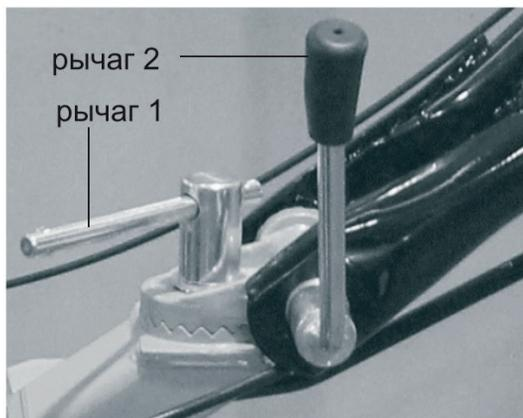

Рис. 4
- Установите и закрепите на рулевую колонку руль. (см. рис. 4) Рычагом 1 фиксируется поворот руля по горизонтали, рычагом 2 положение руля по высоте.